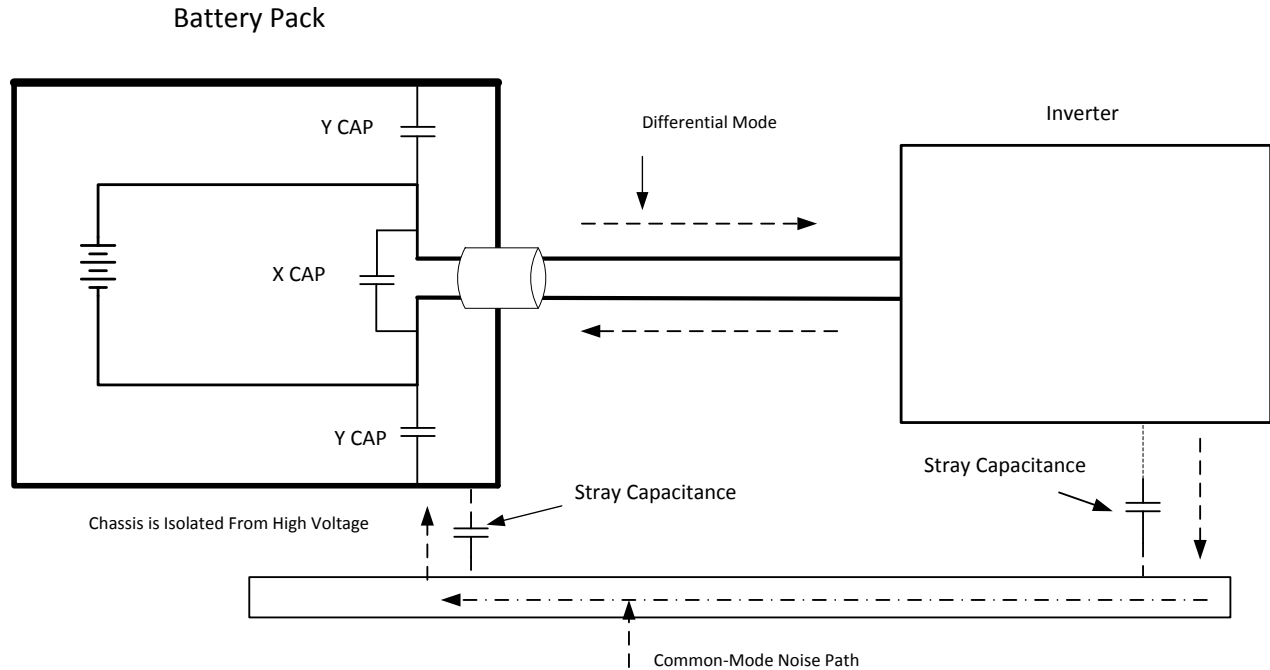

图 3-2. X-Y 电容器
- 共模噪声从两条线中流出，并通过接地端杂散电容返回到机箱。在机箱之间放置一个 Y 电容器，如图 3-2 所示。